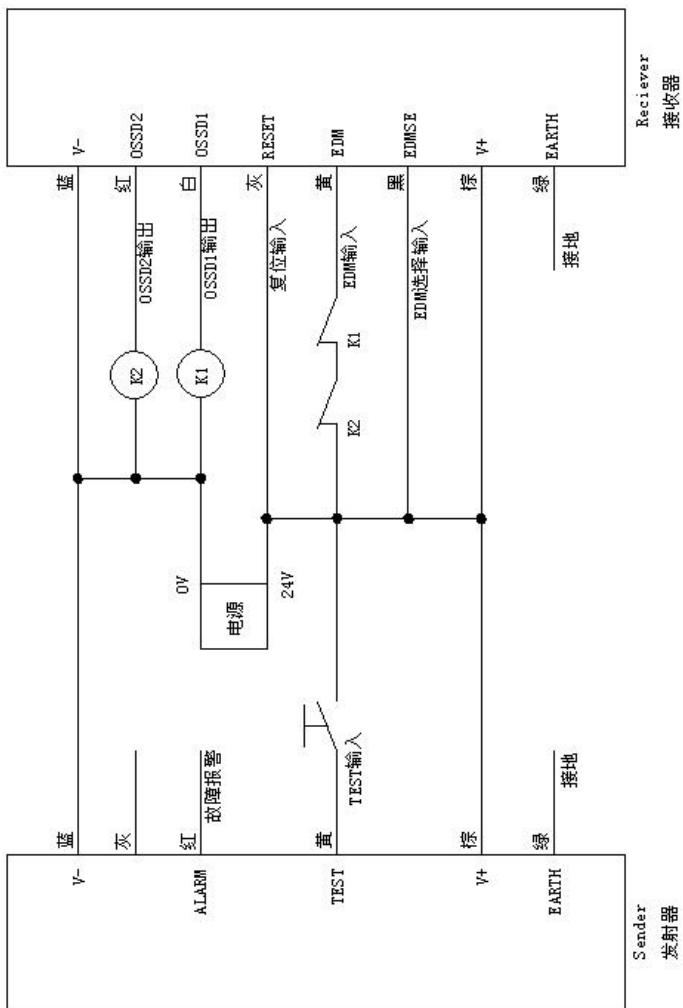
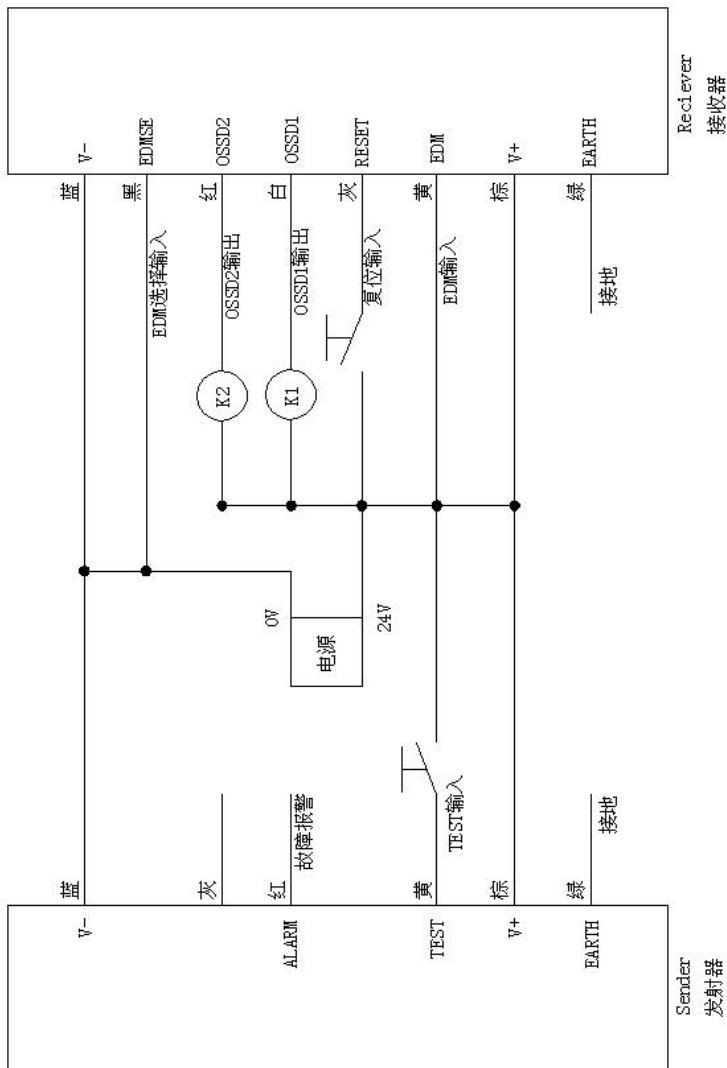
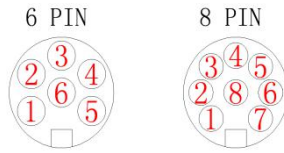

图 4.5 LSA 系列 PNP 接线图
图 4.10 LSA 系列 NPN 接线图
图 4.11 接插件 Pin 针序
4.2、产品接线图如图 4.5 ~ 4.10，接插件线序如图 4.11；
将光幕发射器和接收器按照图 4.5~图 4.10 之一接线（注意 OSSD 输出是 NPN 或 PNP），并检查接线是否正确（接线时必须断开电源）。
此时 Test 输入端按照图 4.5~4.10 接线，当开关闭合时接 24V 高电平，光幕发射器停止发光，接收器处于遮光状态，OSSD 输出 OFF。
EDM 选择输入端接高电平时，EDM 功能有效。接低电平时，EDM 功能无效。如图 4.5 ~ 4.10。
RESET 输入端接 24v。如图 4.5、4.8。遮光物消失时控制输出自动变为 ON。在人的身体无法进入危险区域的设备或已在继电器单元侧施加连锁时，使用自动复位。